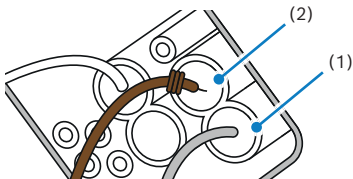

Abb. 5
17. Das von Stecker XE1 (Kammer 44) führende schwarz/weiße Kabel sowie das braune Kabelende an Kabelbaumstecker X26 anschließen. Verriegelung anbringen (Abb.5).